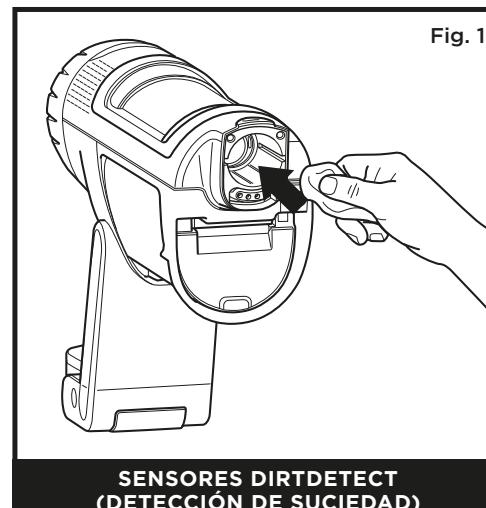
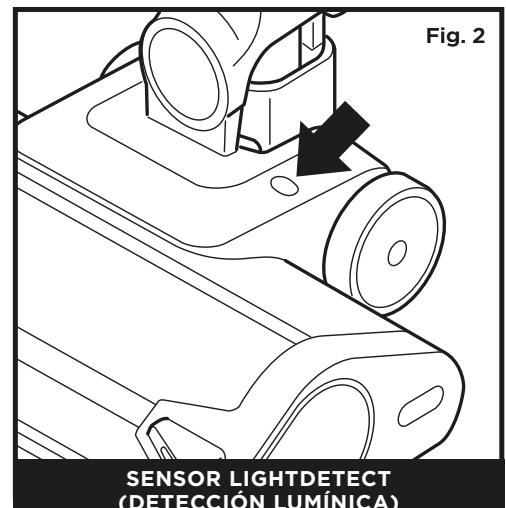
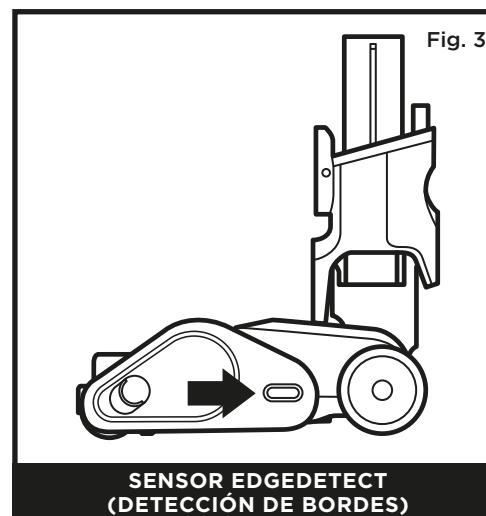

Fig. 1
Fig. 2
Fig. 3
2. Localiza el sensor Dirt Detect (fig. 1), el sensor Light Detect (fig. 2), el sensor Edge Detect (fig. 3) y el sensor Floor Detect (fig.4).